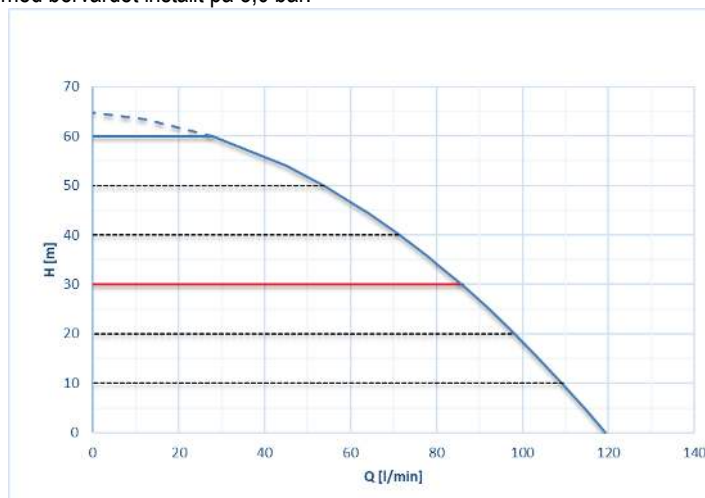

Fig. 6
Diagrammet i Fig. 6 visar kurvorna över den hydrauliska kapaciteten. Invertern modulerar automatiskt elpumpens rotationshastighet vilket gör att elpumpen vid behov kan förflytta sin arbetspunkt till valfritt område under aktuell kurva så att det inställda trycket förblir jämnt (SP). Den röda kurvan visar händelseförloppet för e.sybox med börvärdet inställt på 3,0 bar.